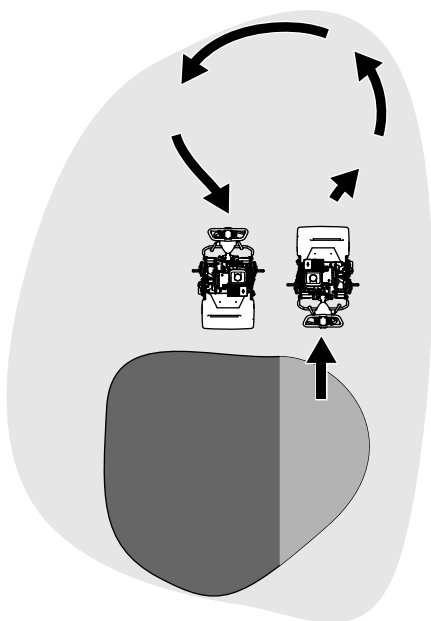

Figura 19
eseguendo una svolta a forma di goccia facendo leva sul cilindro di trazione (Figura 19).
1. Individuate la leva di innesto della trazione sulla scatola degli ingranaggi della trasmissione (Figura 19)